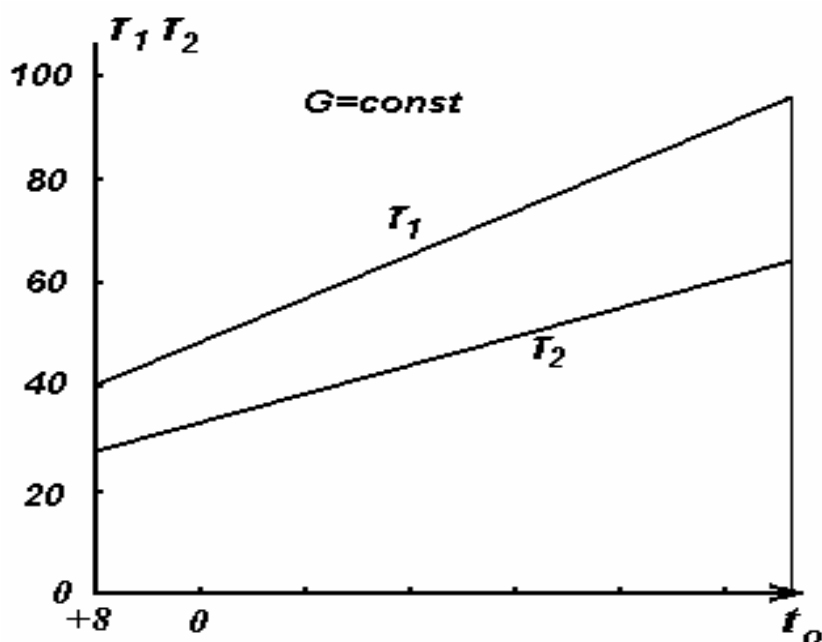

Рис. 52
4. Определите, какой вид регулирования представлен на рис. 52. Дайте пояснение.